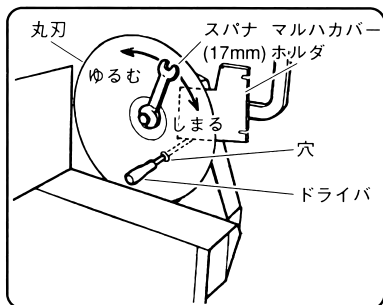

図 26
- (ロ) 丸刃の穴が上になるよう丸刃をまわして、穴(10mm)に差し込んだドライバの先端をマルハカバーホルダ(図 26)に引っ掛けます。
- (ハ) 付属のスパナ(17mm)で丸刃締付けボルトを強く締付けます。(図 26)